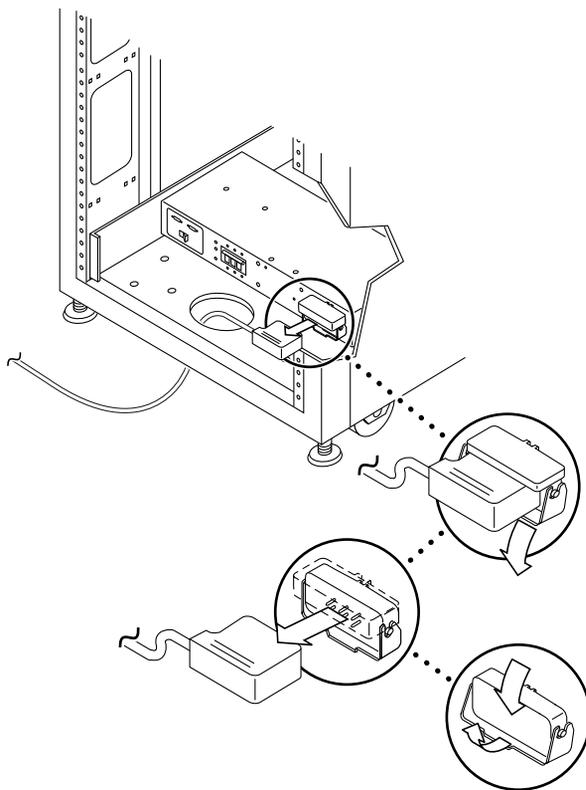

FIGURE 4-8 Retrait du câble d'alimentation c.a.
2. Déconnectez le câble d'alimentation c.a. du connecteur d'alimentation situé sur le séquenceur d'alimentation (FIGURE 4-8).
1. **Tirez le couvercle du connecteur d'alimentation** (FIGURE 4-8).